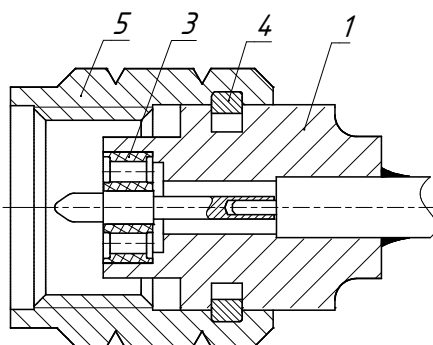

Рис. 28. Установка накидной гайки на корпус кабельного соединителя
- 4) Установите стопорное кольцо 4 на корпус 1 и наденьте накидную гайку 5, сжав кольцо 4 (рисунок 28).